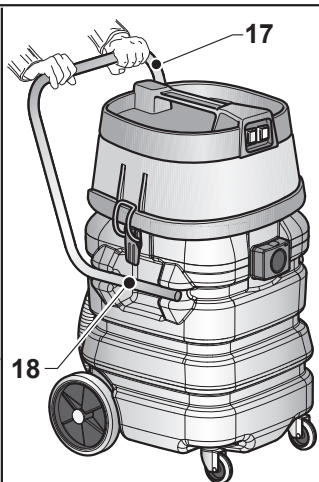

Fig. 11
- El dispositivo está equipado con ruedas y puede ser empujado a través del mango (17 Fig. 11).
- Debe ser levantado por dos personas utilizando las manijas (18 Fig. 11) colocadas en la parte inferior del mango.